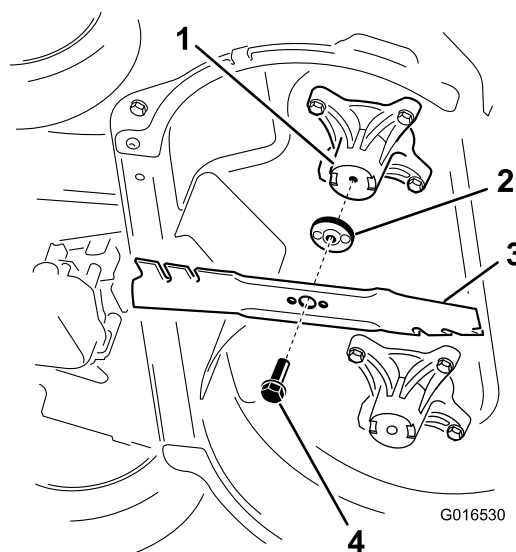

Figure 32
2. Déposez chaque lame comme montré à la Figure 32.
1. Posez la première lame de sorte qu'elle soit horizontale, avec toutes les fixations, comme montré à la Figure 32.